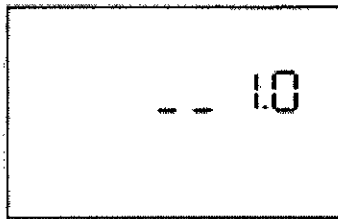

Figura 6-2 Pantalla de Versión de software
b. La siguiente pantalla muestra la versión del software, tal como se ilustra en la figura 6-2:
NOTA: el número de versión (1.0), que se muestra en la figura 6-2, es sólo un ejemplo. Su unidad puede tener instalada una versión superior de software.